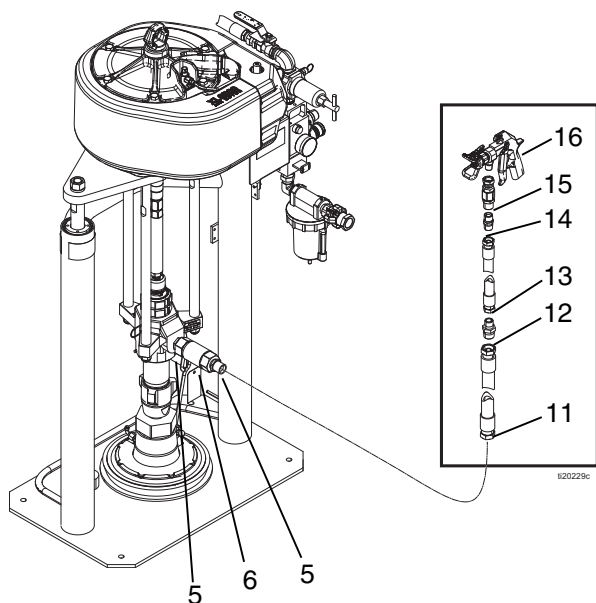

FIG. 6
NOTA: El kit 24P832 incluye los elementos 5, 6 y 11-16 de la FIG. 6.
1. Si va a instalar el kit de tubería de mezcla y pistola 24P832, instale el manguito (5), la válvula de retención (6) y el segundo manguito (5) en la salida de la bomba como se muestra en la FIG. 6.
2. Conecte la manguera de 3/4 in suministrada (11) al manguito (5). Consulte FIG. 6.
3. Utilice el manguito reductor (12) para conectar la manguera flexible de 1/2 pulg. (13) suministrada a la manguera de 3/4 pulg. (11).
4. Use el manguito (14) para conectar la pieza giratoria de la pistola (15) a la manguera flexible (13).
5. Conecte la pistola (16) a la pieza de conexión giratoria (15).